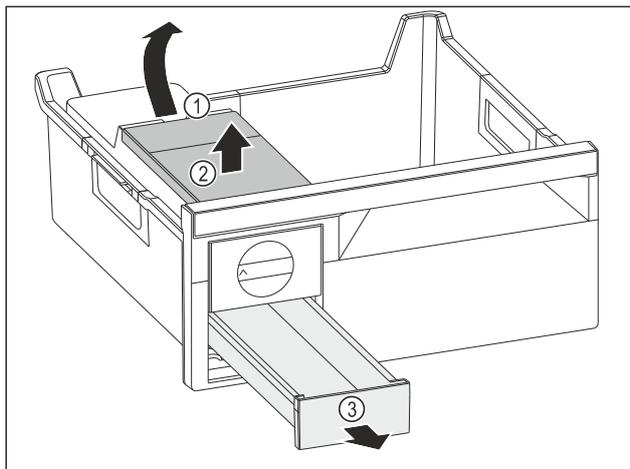

Fig. 84
- ▶ Wassertank entnehmen: Wassertank an der Aussparung Fig. 84 (1) anheben.
- ▶ Wassertank Fig. 84 (2) nach oben entnehmen.
- ▶ Eiswürfelschubfach Fig. 84 (3) nach vorne entnehmen.